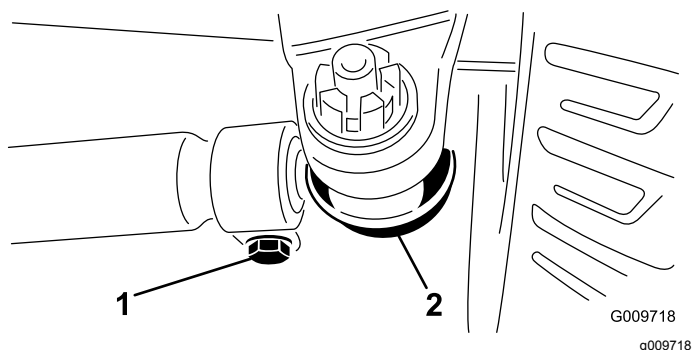

Figura 49
biela (Figura 49). Retire la articulación esférica de la biela del soporte del eje.
3. Afloje las abrazaderas en ambos extremos de las bielas (Figura 49).
4. Gire la articulación esférica retirada hacia dentro o hacia fuera una (1) revolución completa. Apriete la abrazadera en el extremo suelto de la biela.
5. Gire el conjunto completo de la biela en el mismo sentido (hacia dentro o hacia fuera) una (1) revolución completa. Apriete la abrazadera en el extremo conectado de la biela.